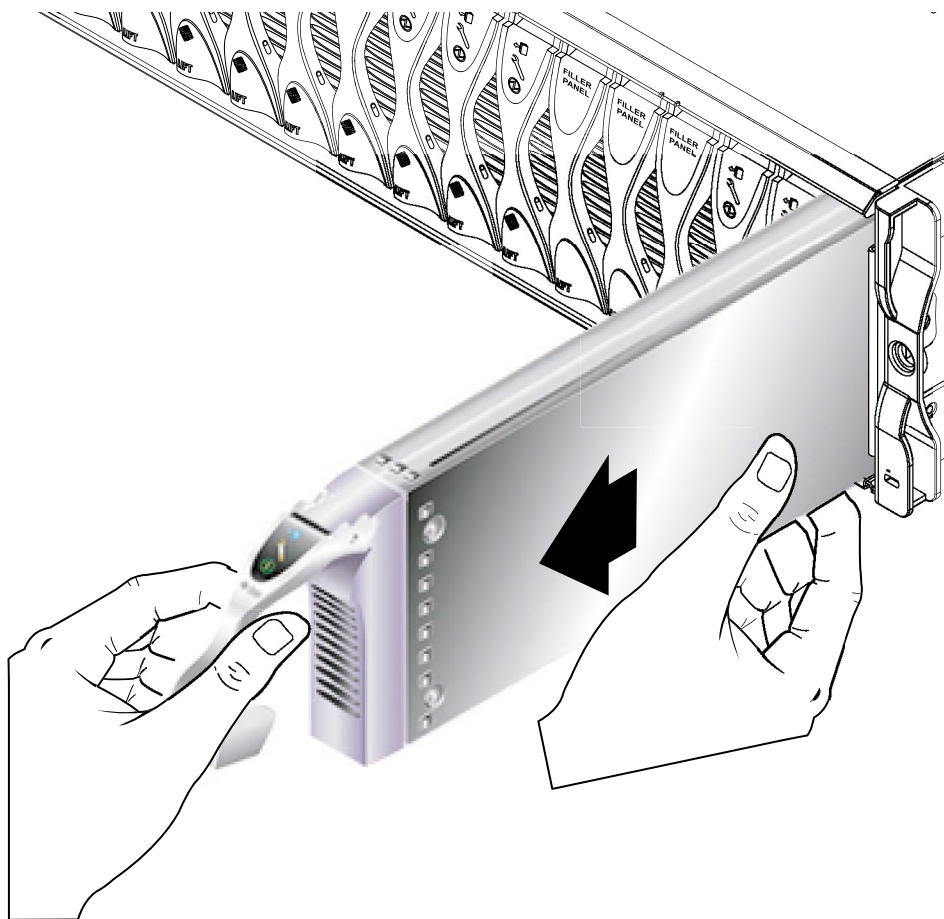

図 4-3 ブレードの取り外し
3. レバーを手前に引いて、システムシャーシからブレードを取り外します (図 4-3)。